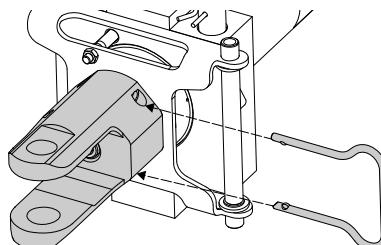

Figure 5
7. Fixer la chape appropriée au piston de vérin à l'aide de l'agrafe élastique. (Fig. 5) Pour plier des conduits de 3-1/2 po - 4 po après avoir utilisé la chape déployée, passer à la chape et laisser le bloc-cylindres en position supérieure.